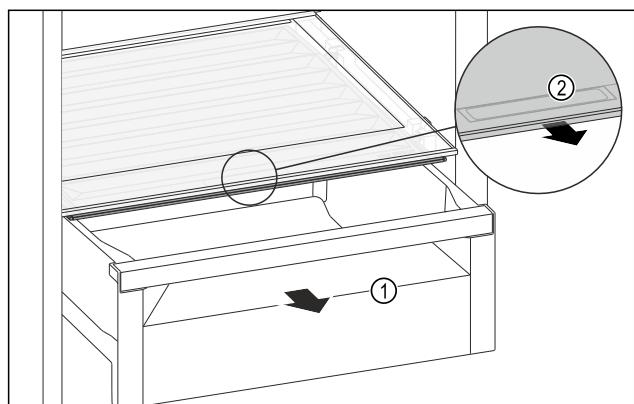

Fig. 116
- Изтеглете чекмеджето Fig. 116 (1).
- Хванете вдлъбнатия захват Fig. 116 (2) на капака на отделението и едновременно с това издърпайте напред капака на отделението.